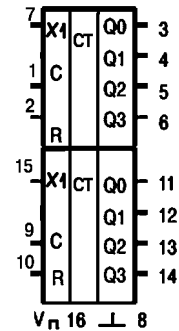

Рис. 1
**Микросхема K561ИЕ10** - сдвоенный 4-разрядный двоичный счетчик (зарубежный аналог MC14518В) (рис.1)